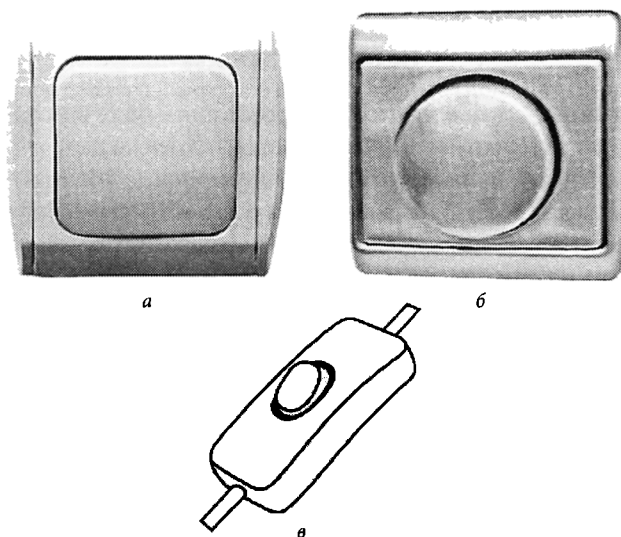

Рис. 2.27. Выключатели:
**Клавишные выключатели.** Основной вид — это прибор с одной клавишей или кнопкой (рис. 2.27, а). Такой выключатель использу-
**Светорегулятор (диммер)** — это выключатель, совмещенный с регулятором яркости освещения (рис. 2.27, б). В последнее время такие выключатели стали очень популярными. С помощью диммера можно погрузить комнату в полумрак или буквально залить светом, плавно поворачивая ручку или нажимая клавишу. Существуют диммеры, которые управляются пультом или даже голосовыми командами. Стоит такая вещь в 6—7 раз дороже, чем обычный выключатель. Однако диммер имеет и некоторые минусы. Например, он создает радиопомехи. Подключенные последовательно светорегуляторы ведут себя просто непредсказуемо. Самое главное, они не могут использоваться с энергосберегающими лампами, столь популярными сегодня.
**Кнопочные, или линейные, выключатели** монтируются сразу на провод (рис. 2.27, в). Чаще всего они используются в торшерах, бра и прочей осветительной технике.